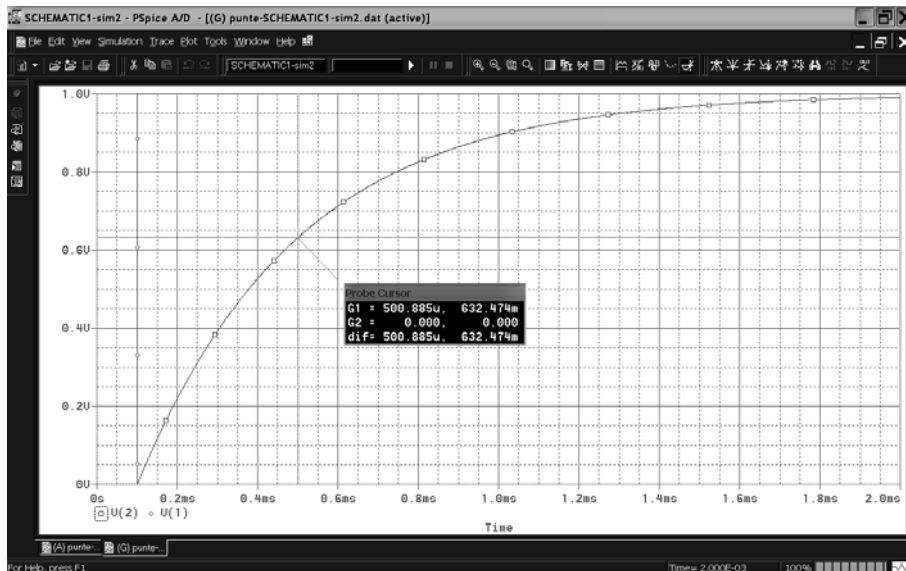

Figura 5.41. Regimul tranzitoriu al circuitului RC
2. Realizați pentru circuitul de mai sus o analiză de regim tranzitoriu între 0 și 2 ms, cu pas de 1  $\mu$ s. Vizualizați tensiunea de la bornele condensatorului (figura 5.41).